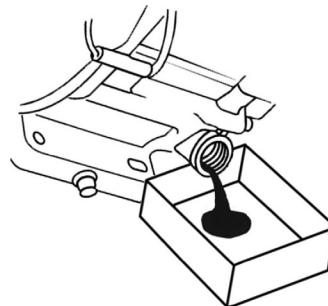

Рис. 12 Замена моторного масла
3. Наклоните виброплиту в сторону маслозаливной горловины двигателя и слейте отработанное масло через маслозаливную горловину в подготовленную для этого емкость (Рис. 12).